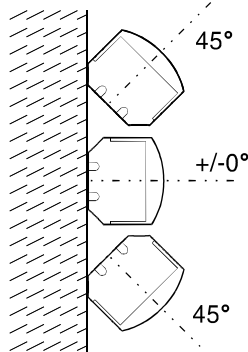

Рисунок 3.3
6.4.4 Настенный монтаж, 45° вправо или влево по горизонтали (Рис. 3.3)